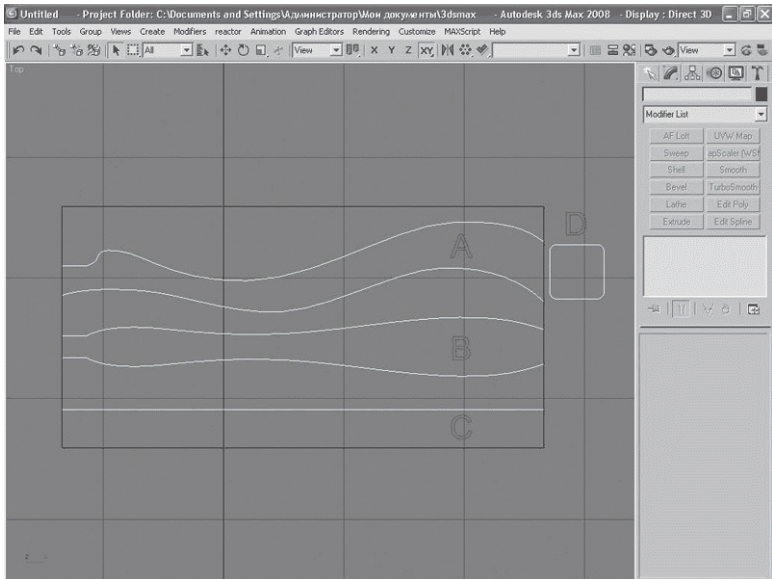

Рис. 2.21. Линии-сплайны формы ножки стула
Создайте новую сцену и задайте сантиметры в качестве единиц измерений. Сделайте активным окно Top (Сверху) и постройте сплайновый прямоугольник (объект-лекало) шириной 40 см и высотой 20 см. За 40 см мы примем высоту ножки стула до обечайки, на которой держится сиденье. Создайте четыре сплайновые формы, как показано на рис. 2.21. Две верхние формы (помечены на рисунке как А и В) будут линиями ножки стула в двух разных проекциях, прямая линия (С) – начальной лофтинговой формой лофт-объекта, а прямоугольник (D) – формой сечения. К лофтинговой форме можно применить более чем одну форму сечения. При этом важно помнить, что количество вершин в данных формах должно быть идентичным. Кроме того, начальные вершины и порядок нумерации также должны совпадать, чтобы не получилось перекручивание формы. Необходимо следить и за тем, чтобы длина всех линий была по возможности равной.
Display Y Axis (Показать ось Y). Нажмите кнопку (Display X Axis (Показать ось X)) и укажите на форму, обозначенную на рис. 2.21 как B.
му) выберите форму, обозначенную на рис. 2.21 как А, то есть форму по оси Y. Ножка практически готова. Дополнительно подправить и облегчить форму поможет применение модификатора Vertex Weld (Склеить вершины) со значением параметра Threshold (Порог), равным 0,25, в пределах которого вершины притягиваются и «склеиваются» друг с другом. Эта операция поможет немного упорядочить созданную сетку и в конечном счете уменьшить количество построенных полигонов. При этом форма ножки станет более сглаженной (рис. 2.25). В принципе улучшить созданную форму можно и привычными способами корректировки на уровне вершин или полигонов, преобразовав при этом форму в Editable Poly (Редактируемая полигональная поверхность). Вы можете выбрать наиболее удобный для себя вариант.